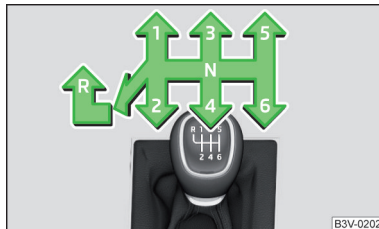

Abb. 157
Auf dem Schalthebel ist das Schaltschema für die einzelnen Gangstellungen dargestellt » Abb. 157.
- › Den Schalthebel nach unten drücken, völlig nach links und dann nach vorn in **R**-Stellung stellen » Abb. 157.